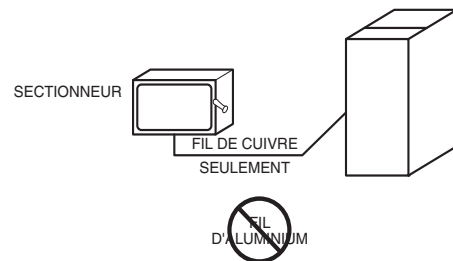

Fig. 34 – Coffret électrique externe fourni sur place sur le caisson de la chaudière
Ne branchez pas de fil d'aluminium entre le disjoncteur et la chaudière. Utilisez uniquement du fil de cuivre. Consultez la Fig. 34.
1. Percez deux (2) trous de départ de 3 mm (1/8 po) dans les dépressions du boîtier de la chaudière adjacents à la pastille défonçable de 22 mm (7/8 po) sur le côté. Ne retirez pas la pastille défonçable du côté du boîtier.
9. Raccordez les fils d'alimentation et neutres sur place aux fils d'alimentation électrique de la chaudière à l'intérieur du coffret électrique externe, comme illustré à la Fig. 34.